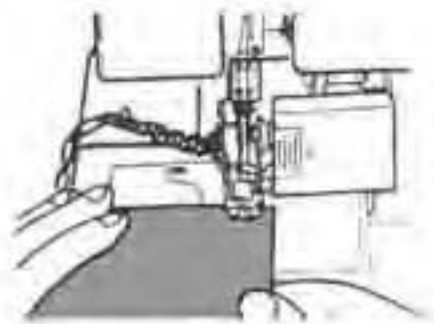

Abb.51
- Legen Sie alle Fäden unter dem Nähfuß ② nach hinten, leicht nach links, über die Stichplatte ⑬.
- Drehen Sie das Handrad ⑥ 2 bis 3 Umdrehungen zu sich hin, um die Leerkettenbildung zu beginnen.
- Senken Sie den Nähfuß ② am Nähfußhebel ④.
- Legen Sie die Textilie von vorne unter den Nähfuß ② und nähen Sie eine Probenahrt (Abb. 51). Ziehen Sie dabei keinesfalls an der Textilie, da sonst die Nadel verbogen wird oder sogar abbricht.